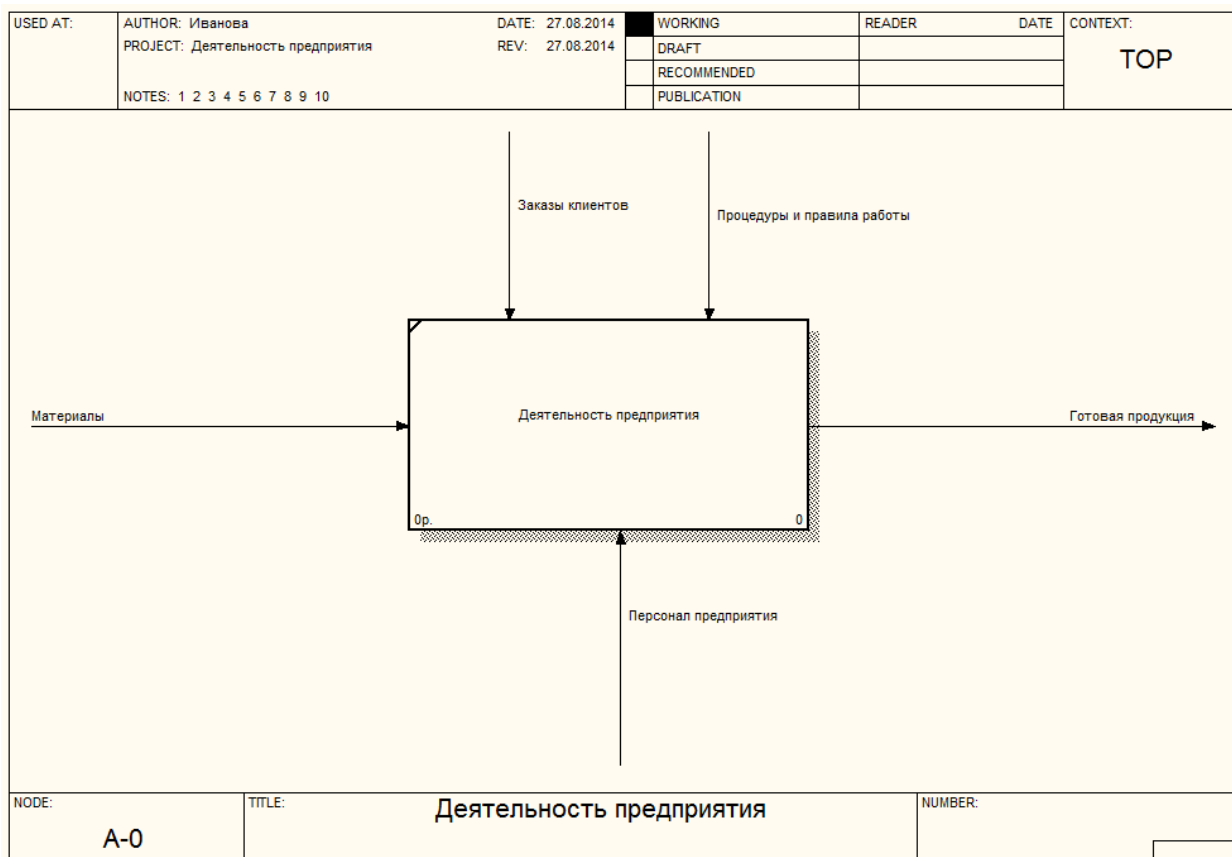

Рис. 8. Стрелки на контекстной диаграмме
1. Создайте стрелки на диаграмме в соответствии с рис. 8.